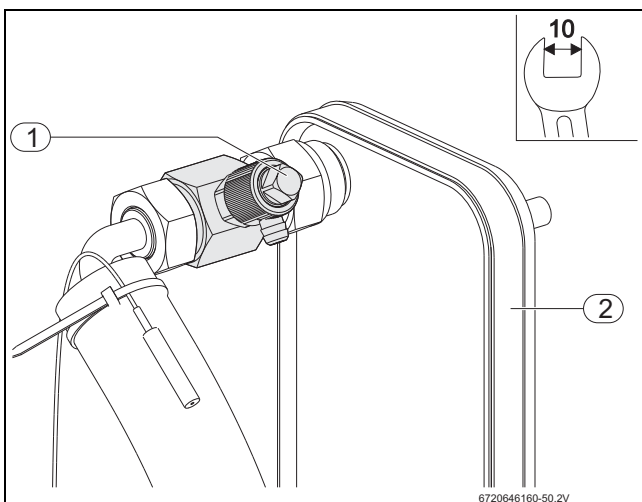

Fig. 15 Válvula de purga
- ▶ Abrir la válvula de purga (→ Fig. 15, [1]) hasta que salga agua por la válvula de purga.